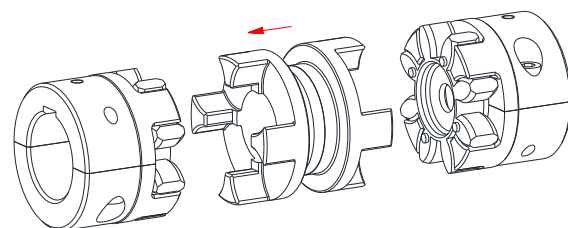

Figura 18: Montaje del espaciador ZS-DKM-H
- Coloque el espaciador DKM-H (véase la figura 18) y desplace los equipos en dirección axial hasta alcanzar la medida de distancia E y S (véanse figura 3 y tabla 3).